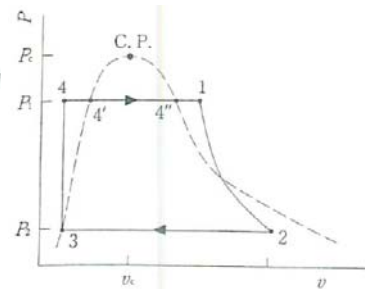

図2
- 図2中の各状態番号1,2,3,4,4',4''にそれぞれ対応する水の熱力学的状態を表す名称を記せ。
- 図2の理論サイクルをTs線図で描け。少なくとも図には「縦・横軸の記号」,「気液共存曲線」,「サイクル曲線」,「1-4''」の各状態点,「サイクルの方向矢印」を記入すること。